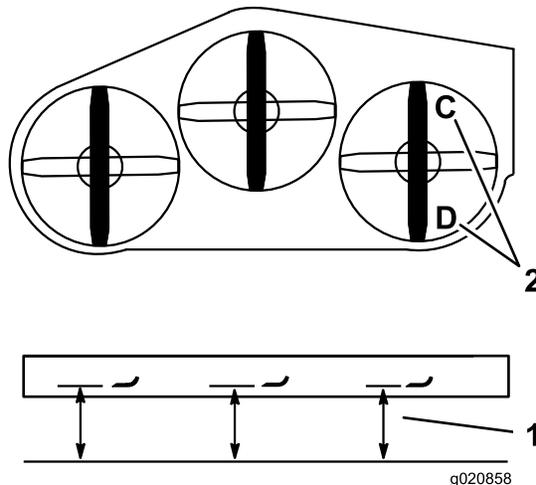

Figura 84
1. Posicionar a lâmina direita da parte dianteira para a traseira (Figura 84).
2. Meça a lâmina direita no local **C**, numa superfície nivelada à extremidade de corte da ponta da lâmina e registre esta medição (Figura 84).
3. Meça a lâmina direita no local **D**, numa superfície nivelada à extremidade de corte da ponta da lâmina e registre esta medição (Figura 84).
4. A lâmina do cortador deve estar 6 a 10 mm mais baixa na posição **C** do que na posição **D** (Figura 84). Caso isto não esteja correcto, proceda da seguinte forma.